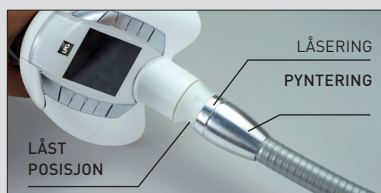

FIG. 1
Plasser låseringen i låst posisjon (**fig. 1**).
- Skru løs skruene på de mobile armene (**fig. 1**).